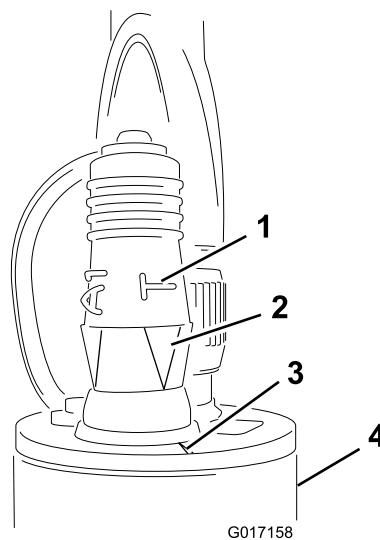

Figura 14
5. Instale a tomada de programação no sensor (Figura 14).
Importante: Certifique-se de que alinha a seta inferior por baixo dos "T" laterais no entalhe da extremidade superior do sensor (Figura 14).